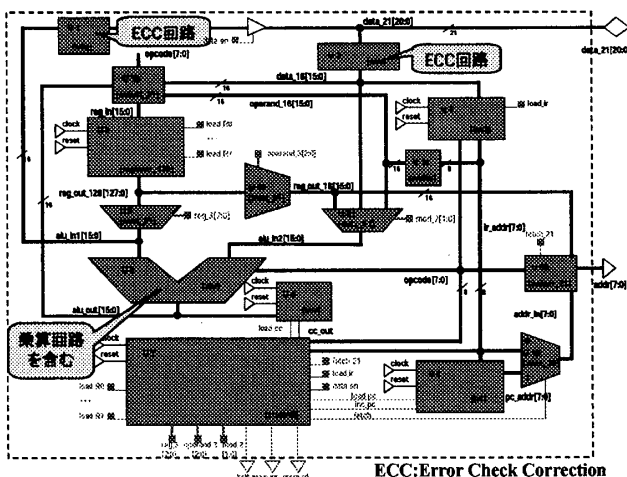

図 2 ブロックダイアグラム
- ブロックダイアグラム (図 2)
ECC 回路[4]は、誤り箇所の特定を行うために必要な 5bit の check code を生成する ECG(Error Check-code Generator)回路 (図 2 のモジュール U1) と、メモリから読み込んだデータに誤りがないかを計算し、誤りがあった場合にはその検出と訂正を行う CAC(Check And Correction)回路 (図 2 のモジュール U2) から構成することにした。